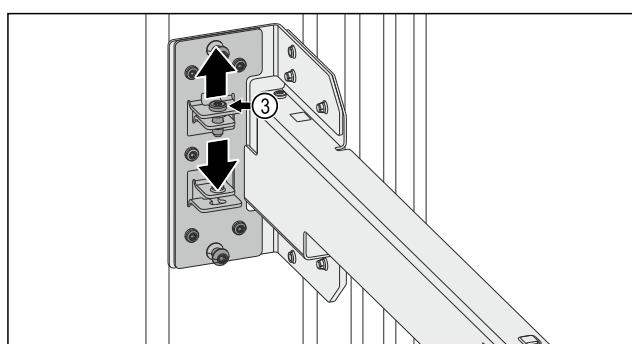

Fig. 14
- Schraube Fig. 14 (3) lösen.
- Schraube Fig. 14 (3) festziehen.